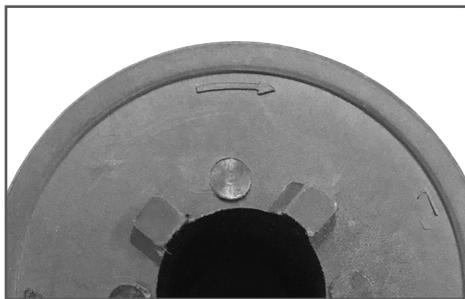

Рис. 16 Направление намотки корда на катушку
- Намотайте корд плотно с натягом в канавки катушки. Направление намотки указано стрелкой на катушке (Рис. 16).